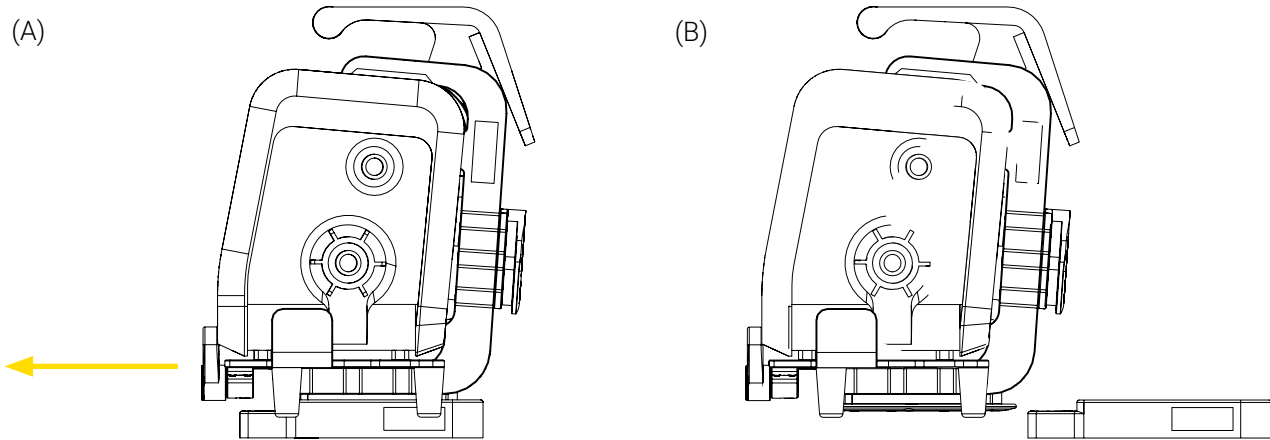

Figure 12: Retrait du support Bracket Pro Serie 60 - FL de la Standard Surface Base
2. Appuyer et maintenir enfoncé le bouton du mécanisme à déclenchement rapide de la Standard Surface Base, puis tirer le support horizontalement à l'aide de la poignée pour le retirer de la Standard Surface Base (Figure 12) et le mettre de côté.